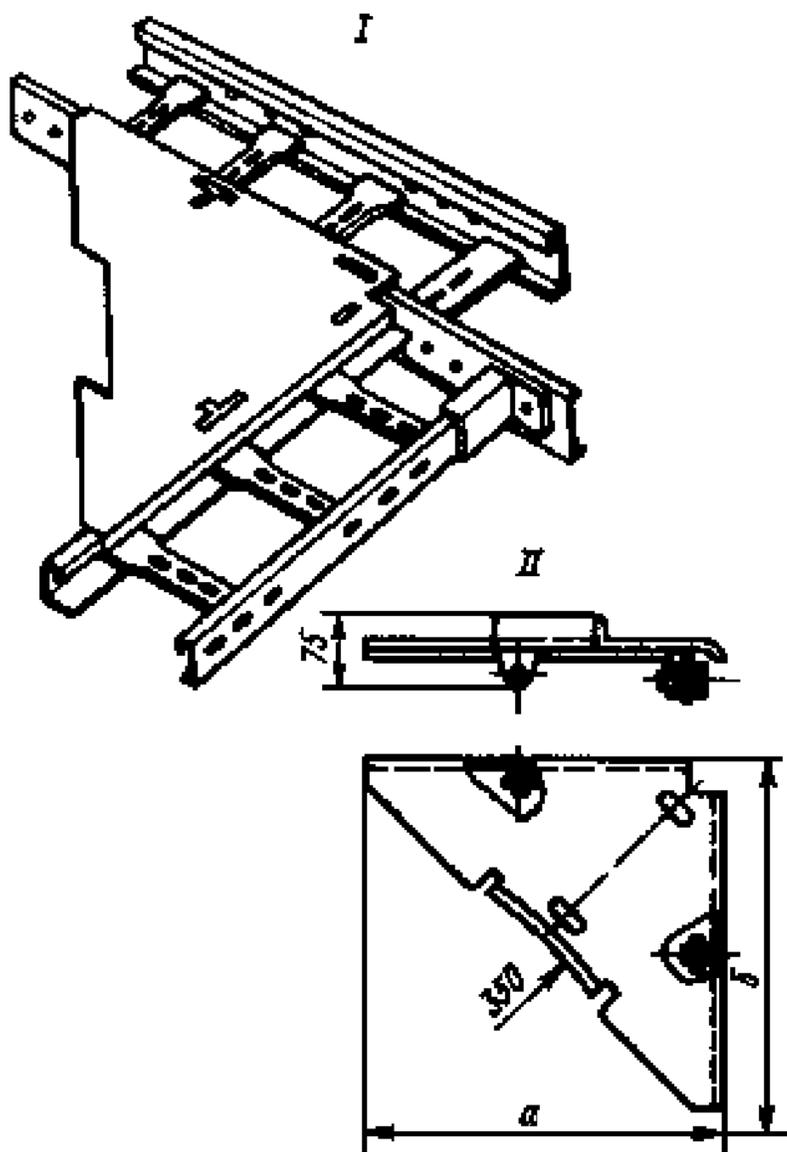

Рис.8
Для соединения на поворотах лотков магистрали (I) между собой под углом 90° используют их угловые секции НЛ-У45У3 и НЛ-У95У3 (II), размеры *а* и *б* которых должны быть 340 (для НЛ-У45У3) и 720 мм (для НЛ-У95У3) (рис.8).